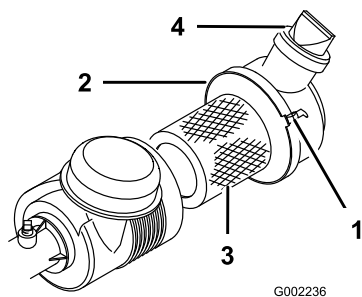

Figura 38
Verifique se existe algum dano no corpo do filtro de ar que possa provocar uma fuga de ar. Verifique se a cobertura está devidamente selada no filtro de ar. Substitua o corpo do filtro de ar se este se encontrar danificado. Aperte a válvula (Figura 38) antes de cada utilização, para eliminar quaisquer sujidades ou detritos. Efectue a manutenção do filtro de ar a cada 100 horas de funcionamento.
3. Desaperte a correia do filtro de ar que prende a cobertura do filtro de ar do corpo do filtro de ar (Figura 38) e separe a tampa do corpo.
7. Prenda as correias (Figura 38).
4. Coloque a tampa com a válvula virada para baixo e prenda as correias (Figura 38).